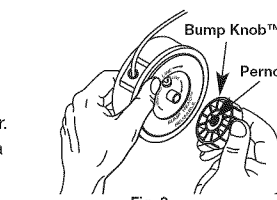

Fig. 9
- Sostenga la bobina exterior con una mano y desenrosque la Bump Knob™ en sentido antihorario (Fig. 9). Inspeccione el perno de adentro de la perilla percusiva para verificar que se mueva con libertad. Cambie la perilla percusiva si está dañada.
- Sostenga la bobina exterior con una mano y desenrosque la perilla percusiva en sentido antihorario (Fig. 9). Inspeccione el perno del botón de tope para verificar que se mueva con libertad. Cambie el botón de tope si está dañado.